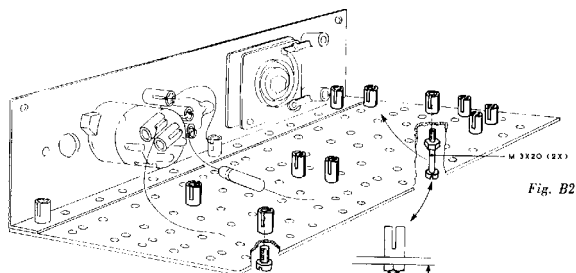

Fig. B2
4. Zet eerst aan de onderzijde tien klemmen KL 1 N (met één gleuf) vast aan de bruine isolatieplaat (fig. B2). Twee van deze klemmen moeten worden bevestigd met **lange bouten M 3 × 20** (doorsnede 3 mm; lengte 20 mm) en bijpassende moeren. Zorg er voor, dat de koppen van deze lange bouten 18 mm boven de montageplaat uitsteken (zie ook fig. B3).